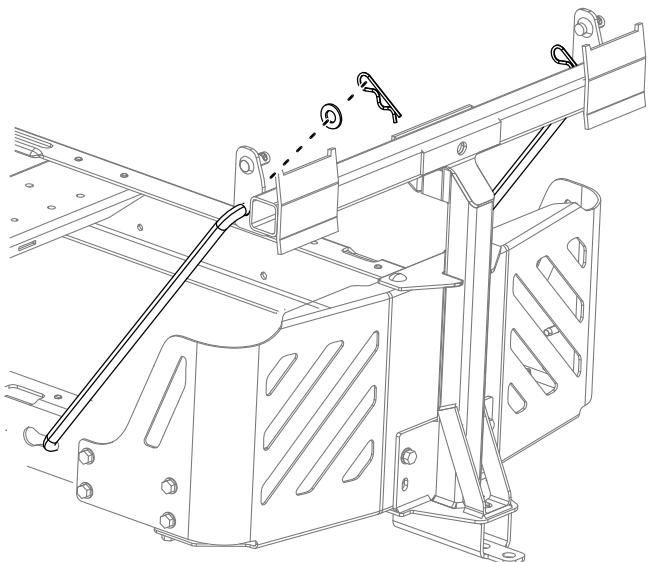

Bild 13
4. Setzen Sie das gebogene, flache Ende einer Stange in den verkeilten Schlitz an der linken Seite des Maschinenrahmens ein und bewegen die Stange nach hinten, damit sie im Rahmen sitzt (Bild 13).
5. Setzen Sie die gebogenen Enden der Stangen in die Anbaugerätbefestigung ein, wie in Bild 13 abgebildet, und befestigen Sie das Ende jeder Stange mit einer Scheibe und einem Splint.